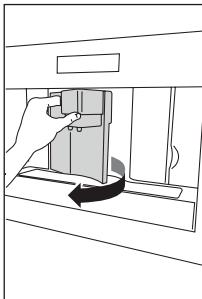

Fig. 23
- Ouvrir la porte de service sur l'avant de l'appareil (Fig. 23), extraire l'égouttoir (Fig. 24) et le nettoyer.